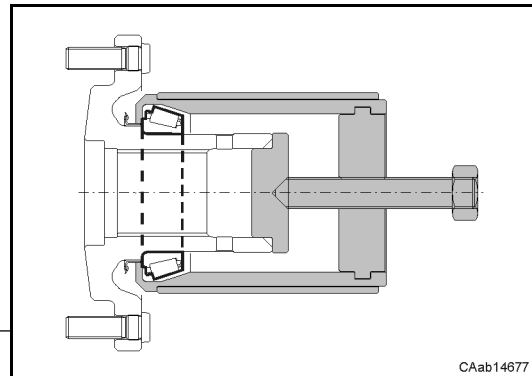

Fig. 10
- Usare sempre gli estrattori idonei per rimuovere i cuscinetti (Fig. 10).
*Always use suitable extractors to remove the bearings (Fig. 10).*